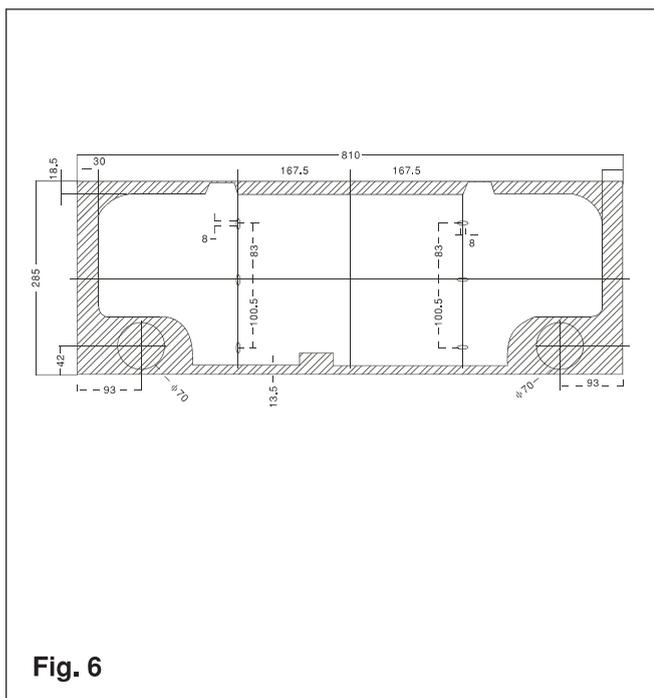

Fig. 6
1. Marque la situación del agujero en cualquier lado de la placa de montaje según la fig. 6 y taladre con un ángulo de 5° hacia abajo, (véase la fig. 8).